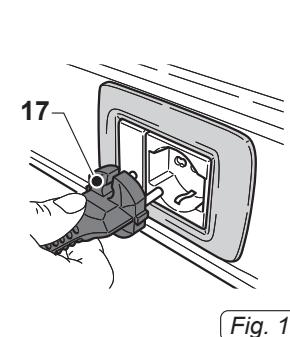

Fig. 12
- Inserire la spina (17 Fig. 12) nella presa di corrente e controllare che la spina (1 Fig. 1) sia correttamente inserita.